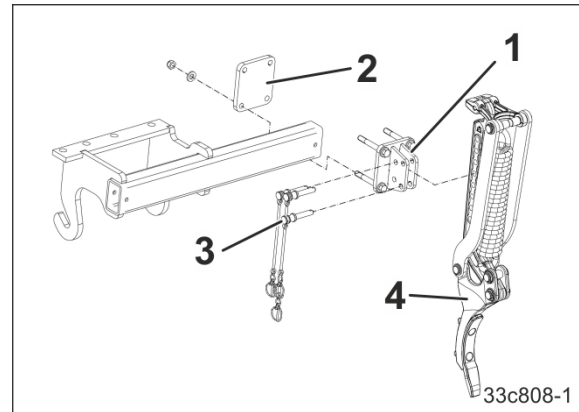

Fig. 78
1. Skru sporløsnerholderen (Fig. 78/1) med klempladen (Fig. 78/2) på tilbygningsrammen.
2. Sæt sporløsneren (Fig. 78/4) med stikbolten (Fig. 78/3) i helt oppe, og lås med en ringsplit.